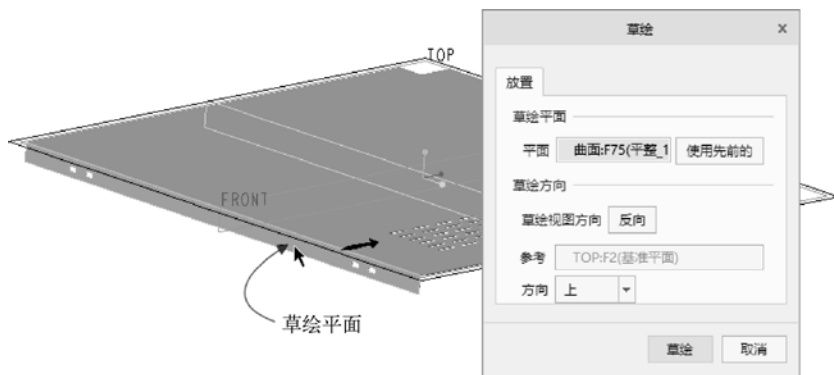

图 6-17 定义草绘平面
- (1) 单击 (拉伸) 按钮，打开“拉伸”选项卡，接受默认的按钮设置。
- (2) 在“拉伸”选项卡中打开“放置”面板，接着单击“放置”面板上的“定义”按钮，弹出“草绘”对话框。选择图 6-17 所示的实体面定义草绘平面，以 TOP 基准平面为草绘方向参考，从“方向”下拉列表框中选择“上”，单击“草绘”按钮，进入草绘器。